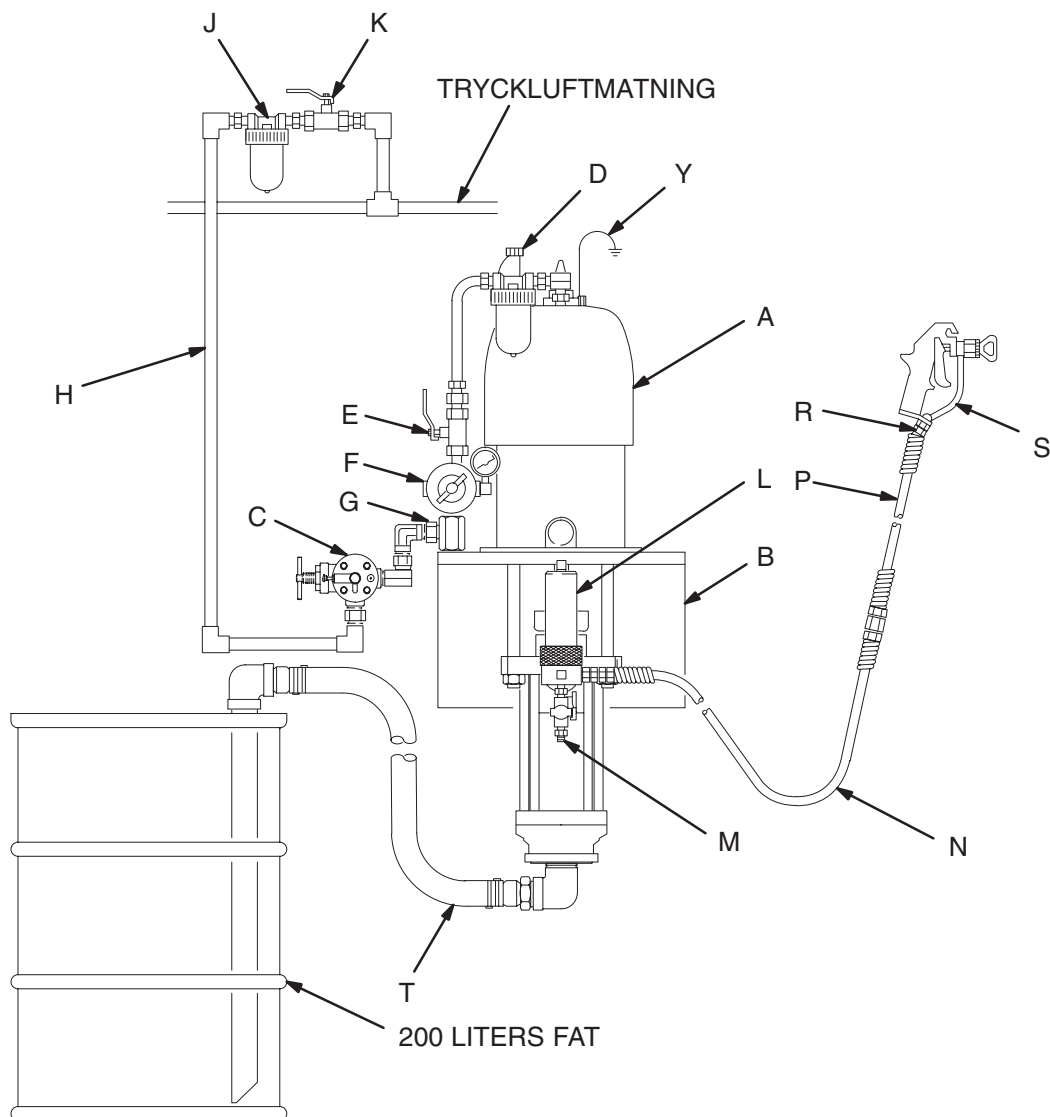

Fig. 3
Fig. 3 är enbart en vägledning vid val och installation av systemkomponenter och tillbehör. Kontakta din Graco-leverantör så får du hjälp med konstruktion av ett system som är anpassat till dina specifika behov.
Montera pumpen (A) så att den passar för planerad installation. Fig. 3 visar ett väggmonterat system. Pumpdimensioner och monteringshålsens hålschema finns på sidorna 35 och 36.
Montera följande tillbehör på plats enligt Fig. 3, med användning av adaptrar där så krävs:
- Ett vätskefilter (L) med 60 mesh (250 mikrometer) rostfritt stålelement som filtrerar partiklar ur vätskan när den lämnar pumpen. Filtret inkluderar en **dräneringskran för vätska (M)**, som krävs i systemet för att släppa trycket i slang och pistol (se **VARNINGEN** till vänster).
- En pistol (S) för sprutning av vätskan. Pistolen i Fig. 3 är en högtryckspistol för vätskor med låg till medelhög viskositet.
- En svivelkoppling (R) ger friare pistolrörelser.
- En sugrörsats (T) låter pumpen suga vätska ur ett 200-liters fat.
- **Ett vätskefilter (L)** med 60 mesh (250 mikrometer) rostfritt stålelement som filtrerar partiklar ur vätskan när den lämnar pumpen. Filtret inkluderar en **dräneringskran för vätska (M)**, som krävs i systemet för att släppa trycket i slang och pistol (se **VARNINGEN** till vänster).
- **En pistol (S)** för sprutning av vätskan. Pistolen i Fig. 3 är en högtryckspistol för vätskor med låg till medelhög viskositet.
- **En svivelkoppling (R)** ger friare pistolrörelser.
- **En sugrörsats (T)** låter pumpen suga vätska ur ett 200-liters fat.